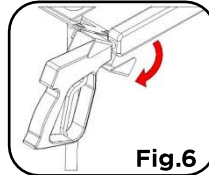

Fig.6
- 2 - Pivoter l'avant de la lance vers le bas. (Fig.6).